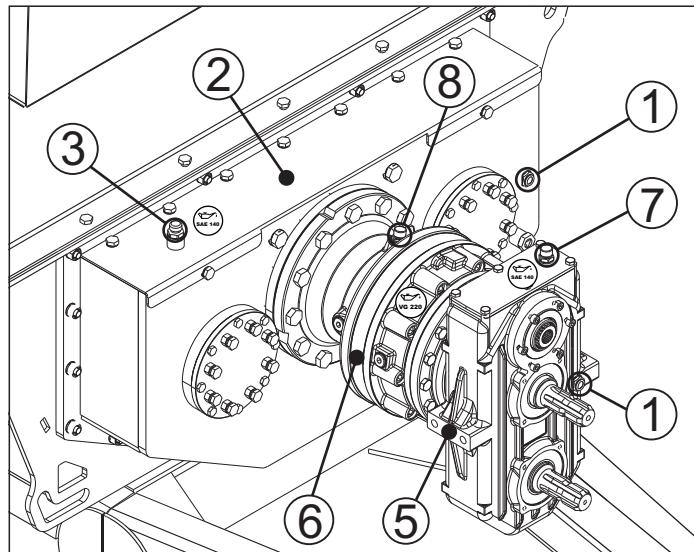

Fig. 19 - Caixa de Engrenagem e Planetário
Faça a manutenção das caixas de acordo com a tabela de manutenção. Verifique os níveis de óleo nos bujões opacos (1). Se o nível do óleo estiver abaixo dos bujões, complete a caixa de engrenagens (2) pelo bujão e respiro (3) SAE 140 e a caixa planetária que tem dois pontos de abastecimento com óleos diferentes, caixa reversora (5) SAE 140 e o planetário (6) VG 220. Para completar remova os bujões de respiro (7) e (8) e realize o procedimento. (Fig. 19)